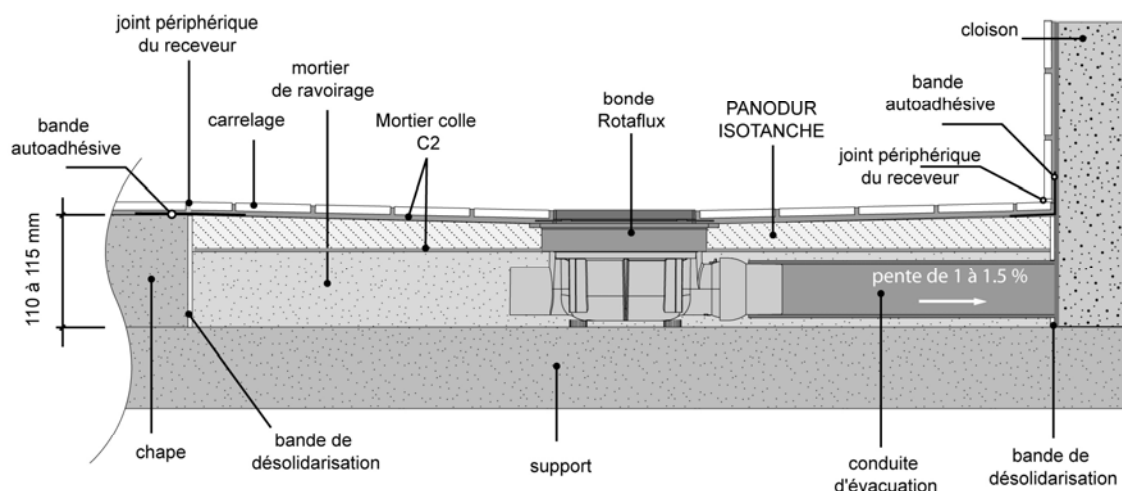

Figure 1 – PANODUR ISOTANCHE en travaux neufs
4.2 Pose du receveur : cas de travaux neufs (figure 1)